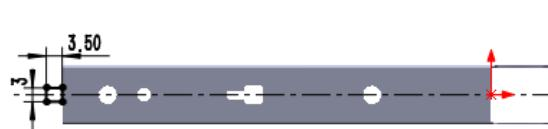

图 12.6.13 横断面草图
② 定义横断面草图。在草图环境中绘制图 12.6.13 所示的横断面草图。
③ 选择下拉菜单 **插入(I)** → **退出草图** 命令，退出草图环境，此时系统自动生成薄片 1。